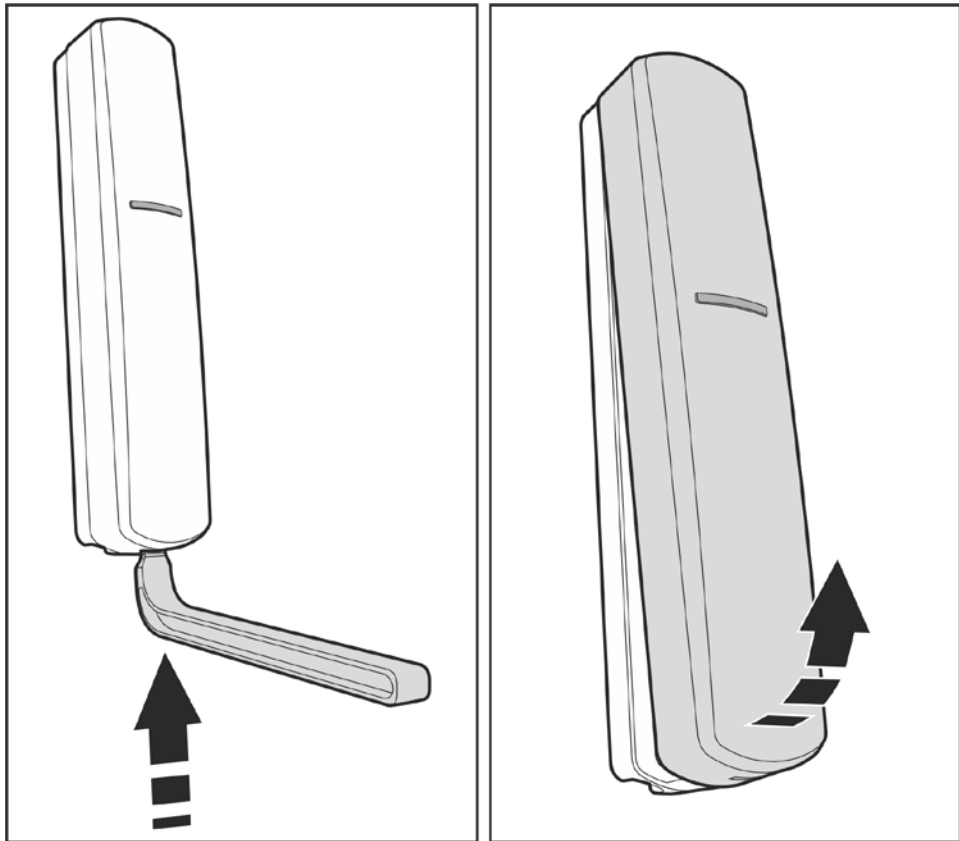

Fig. 4. Apertura dell'alloggiamento.
1. Aprire l'alloggiamento del ricevitore (fig. 4). Lo strumento per l'apertura, mostrato nella figura, è incluso nella confezione.